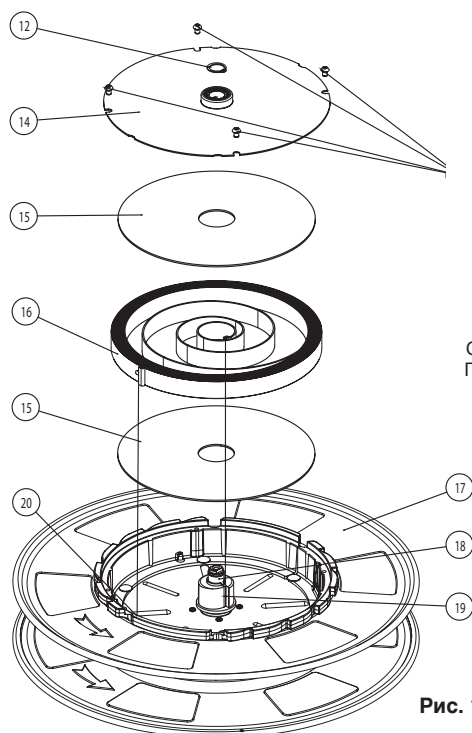

Рис. 11
7. Положив намоточный барабан на бок, снять стопорное кольцо (12) (рис. 11) с вала. Затем следует ослабить болты (13). Осторожно поднять крышку силовой пружины (14), которая выходит вместе с подшипником. Разобрать шумоизоляционный диск (15) и, наконец, разобрать силовую пружину (16). Следует остерегаться удаления фиксатора пружины (19), который может слегка прижать к силовой пружине.
9. Нанести тонкий слой смазки внутрь корпуса пружины и на крышку. Осторожно установить новую силовую пружину. Следует убедиться, что крюки силовой пружины выровнены должным образом с намоточным барабаном (20) (рис. 11) и фиксирующими крюками пружины (19) (рис. 14).
10. Как только силовая пружина окажется в корпусе, следует установить шумоизоляционный диск (15) (рис. 11) и крышку (14) (рис. 11).
11. Убедиться, что крышка должным образом выровнена по соседней детали (отверстия должны совмещаться). Затем закрепите крышку с помощью болтов (13) (рис. 11).
12. После установки крышки следует установить стопорное кольцо (12) (рис. 11) и затем намоточный барабан в сборе на раму катушки со шлангом.